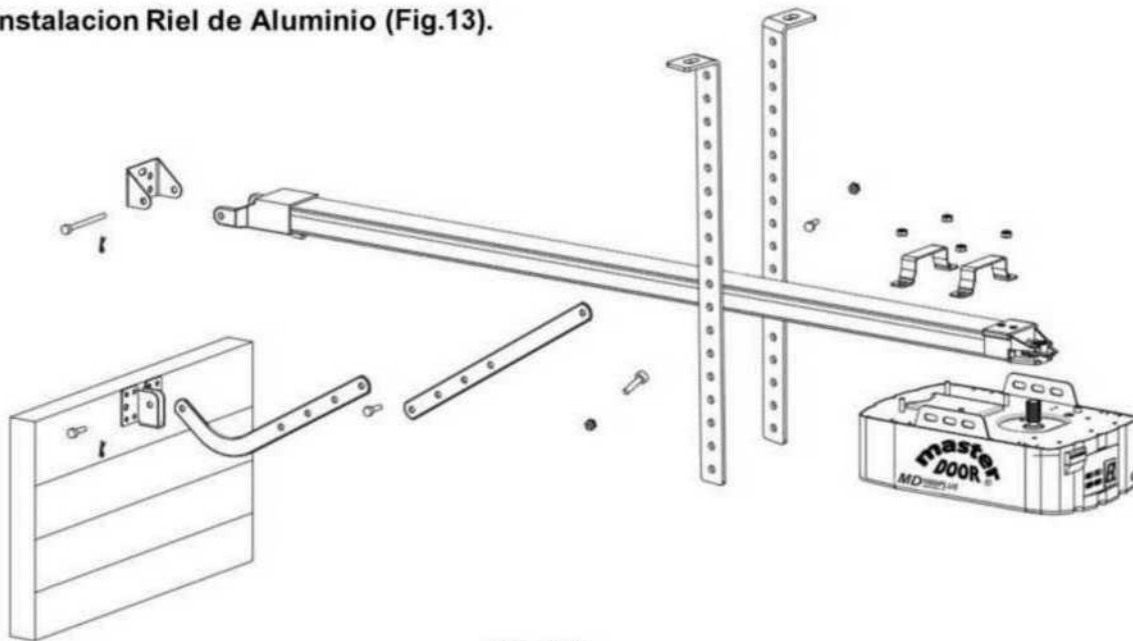

Fig.13
5.4 Instalacion Riel de Aluminio (Fig.13).
Paso 3. (Fig.13) Fije la Cabeza del Abrepuertas de Garage al Riel de Aluminio. Fije los 2 Soportes tipo "U" Aprisionando con Tuercas de 6mm el Riel de Aluminio Contra el Abrepuertas de Garage.
Paso 4. (Fig.13) Coloque el Riel de Aluminio y Abrepuertas de Garage en el Centro del Piso del Garage, con el Abrepuertas de Garage Alejado del Portón. Levante la Parte Delantera del Riel de Aluminio hasta el soporte del Portón de Pared e Inserte el Pasador con el Seguro.
Paso 5. (Fig.13) Levante y sostenga el Abrepuertas de Garage (con una Escalera) hasta que esté Posicionada y Nivelada. Fijar el Abrepuertas de Garage con el Riel o al Techo Mediante el soporte tipo "L" para Abrepuertas de Garage.
Paso 6. (Fig.13) Fijar el Brazo Recto y el Brazo Curvo. Coloque los Brazos Al Soporte del del Portón Utilizando los Pernos y Seguros Suministrados. Levante el Portón del Garage hasta que el Carro se Bloquee con la Cadena de Transmisión. Quedando Listo para Programar el Abrepuertas de Garage.